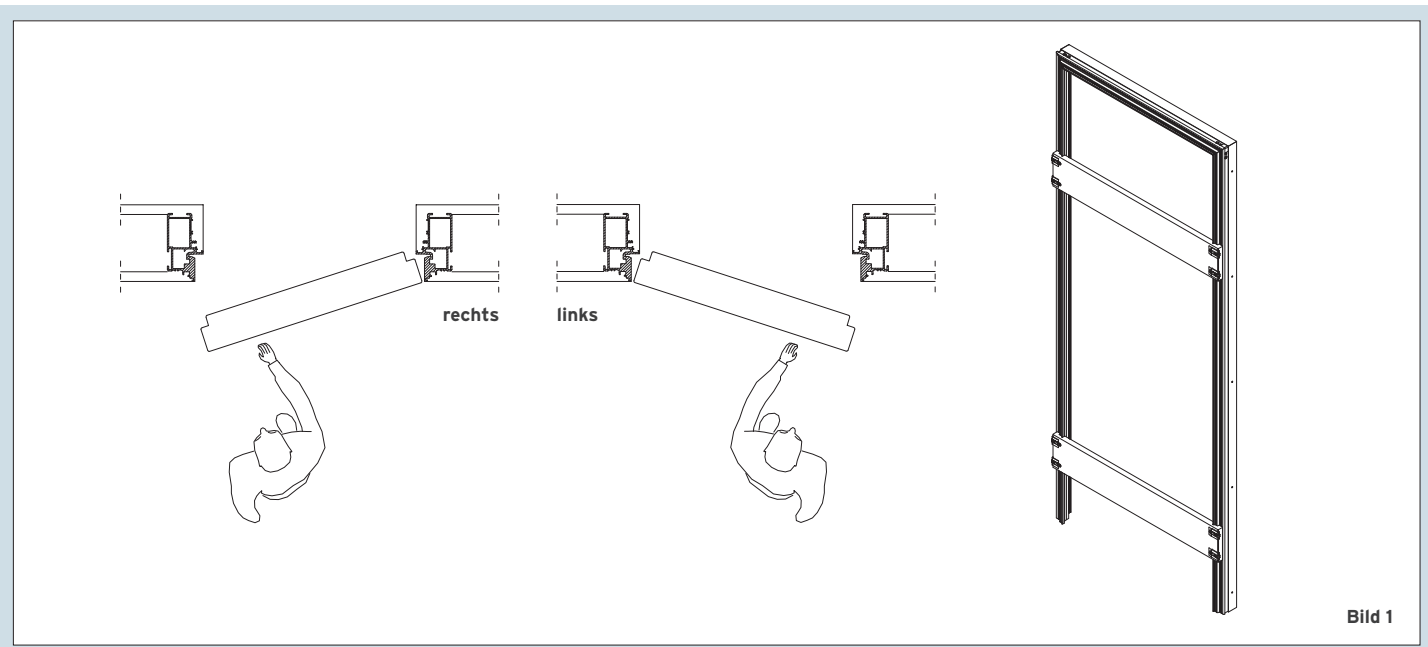

Bild 1
1. Übersicht Ausführung wandbündig mit verdeckter Zarge (Bild 1).